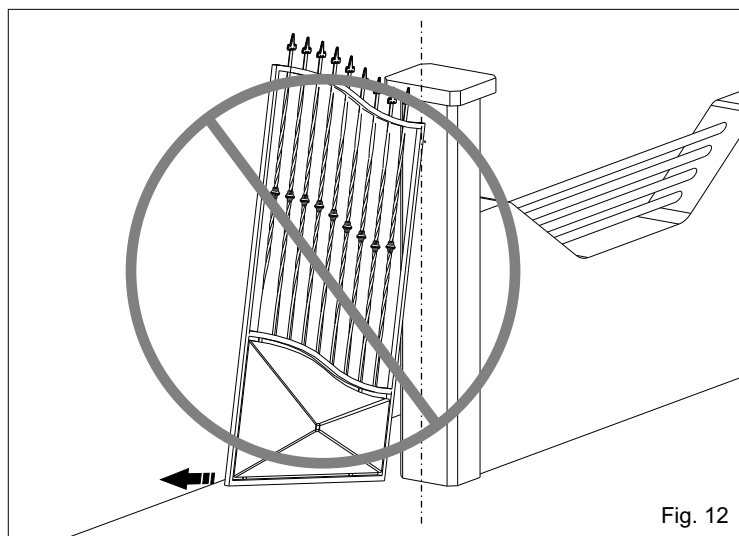
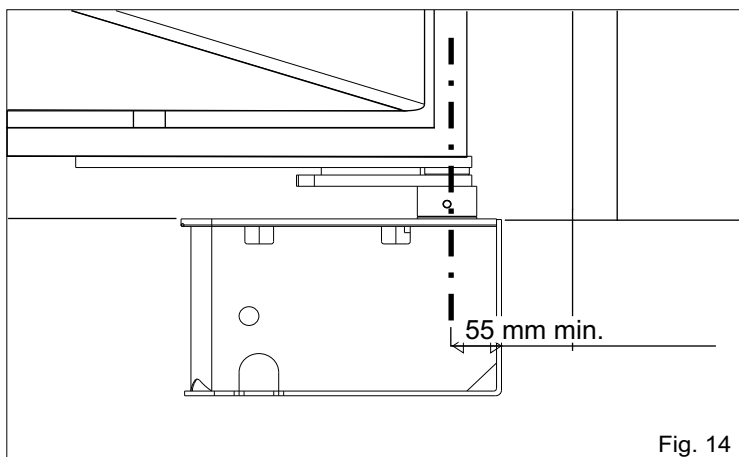

Fig. 12
Fig. 14
3.3. Hacer mucha atención a no poner la hoja fuera de los ejes (Fig. 12 y 13), el eje tiene que coincidir con el eje de rotación del gozne teniendo en cuenta que la distancia mínima de la columna es de 55 mm (Fig. 14).